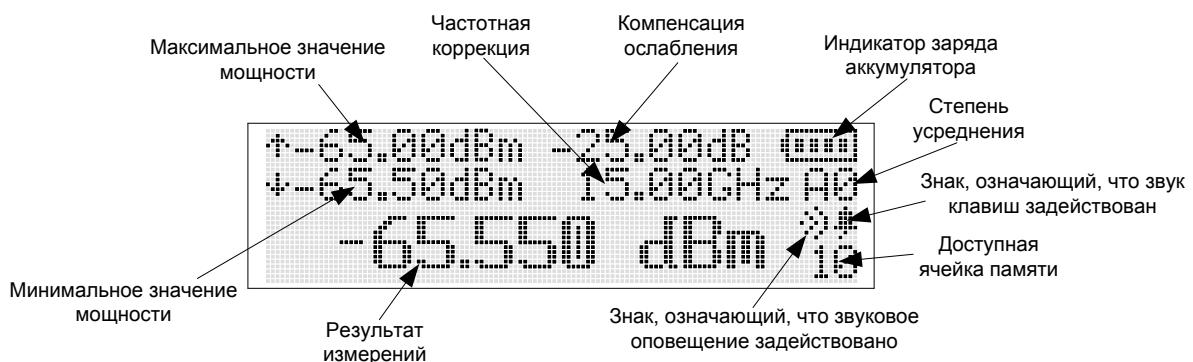

Рисунок 4.2 – Вид окна индикатора в режиме измерений
- последовательно нажимая клавиши «▲», («▼») или «◀», («▶»), изменить установленное значение частоты до требуемой величины, если данным клавишам задана функция изменения параметра «частотная коррекция» (4.3.1). При этом значение частоты, отображаемое на экране индикатора («Частотная коррекция», рисунок 4.2) должно изменяться с установленным шагом. Установка шага изменения частоты осуществляется в пункте меню «Частотная корр-я» в режиме значений путем установления курсора под требуемым разрядом значения в ГГц.
- последовательно нажимая клавиши «▲», («▼») или «◀», («▶»), изменить установленное значение ослабления до требуемой величины, если данным клавишам задана функция изменения параметра «компенсация ослабления» (4.3.1). При этом значение ослабления, отображаемое на экране индикатора («Компенсация ослабления», рисунок 4.2) должно изменяться с установленным шагом. Установка шага изменения частоты осуществляется в пункте меню «Компенс. ослабл.» в режиме значений путем установления курсора под требуемым разрядом значения в дБ.
При выборе режима измерений относительно значения из ячейки памяти, на индикаторе будет отображаться результат отношения текущего уровня мощности к значению, сохраненному в ячейке памяти, номер которой отображен в правом нижнем углу индикатора (рисунок 4.2). Выбор сохраненного значения из требуемой ячейки памяти проводят в соответствии с 4.3.7.
На индикаторе усреднение отображается в правом верхнем углу в виде символа “A n”, где “A” означает усреднение (averaging),  $n$ -степень усреднения. Символ “AA” означает, что текущая степень усреднения 10 или A, в шестнадцатеричной системе счисления. При установке автоматического усреднения («Меню > Усреднение > Авто») степень усреднения  $n$  на индикаторе в режиме измерений (рисунок 4.2) будет принимать значения 1,2..,9, A в зависимости от уровня мощности на входе СВЧ согласно таблице 4.2.